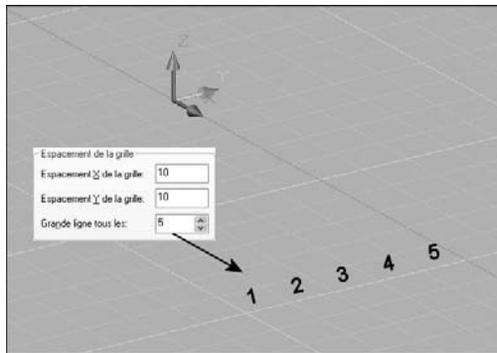

Fig.15.30
- ▶ **Grande ligne tous les** (Major line every) : spécifie la fréquence des grandes lignes de grille par rapport au petites lignes de grille. Les lignes de grille plutôt que les points de grille sont affichées lorsque le style visuel est autre que Filaire 2D (fig.15.30).